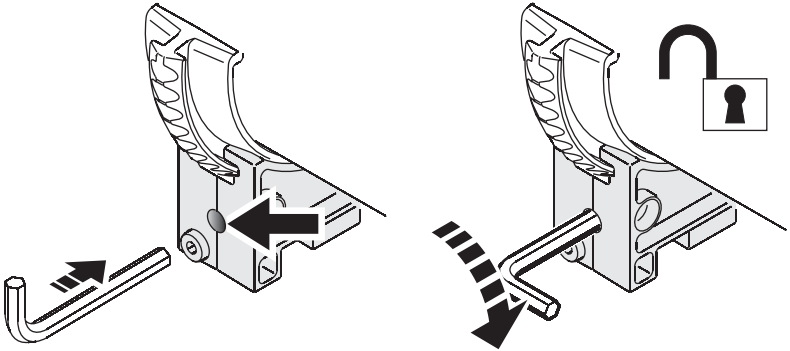

Figura 6: Desbloqueo del tilt
1. Observar la Figura 6. Insertar una llave Allen de 4mm en los agujeros situados cerca de los tornillos del soporte de montaje de todas las luminarias instaladas. Presionar suavemente el tornillo allen de todas ellas y girar 1/4 de vuelta en sentido horario para soltar el bloqueo de tilt.